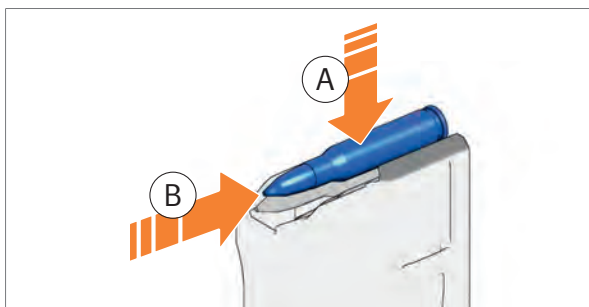

Abb. 86: Magazin füllen
2. Patrone unter die Magazinlippen drücken (Abb. 86).
3. Patrone bis zum Anschlag nach hinten schieben (Abb. 86).